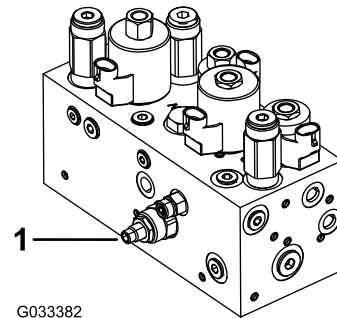

Bild 47
Der Hydraulikkreis zum Heben/Absenken der Schneideinheit besitzt ein Flusssteuerungsventil (Bild 47). Dieses Ventil wird ab Werk um ungefähr drei Umdrehungen geöffnet. Zum Ausgleichen unterschiedlicher Hydrauliköltemperaturen und Mähgeschwindigkeiten usw. müssen Sie dieses Ventil jedoch u. U. einstellen.
1. Klappen Sie den Sitz hoch und finden das Flusssteuerungsventil für den mittleren Zugrahmen (Bild 47), das sich neben dem Hydraulikverteiler befindet.